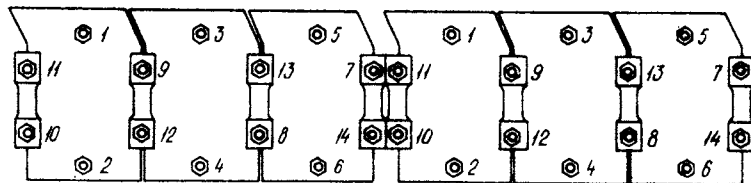

Рис. 37. Последовательность затяжки гаек крепления индивидуальных головок цилиндров.
ки двигателей в последовательности, показанной на рис. 37, моментом 280—300 Н·м (28—30 кгс·м). Дальнейшей подтяжки в эксплуатации гаек крепления индивидуальных головок цилиндров не требуется.
3. Подтянуть гайки крепления индивидуальных головок цилиндров моментом 280—300 Н·м (28—30 кгс·м) в порядке, указанном на рис. 37.